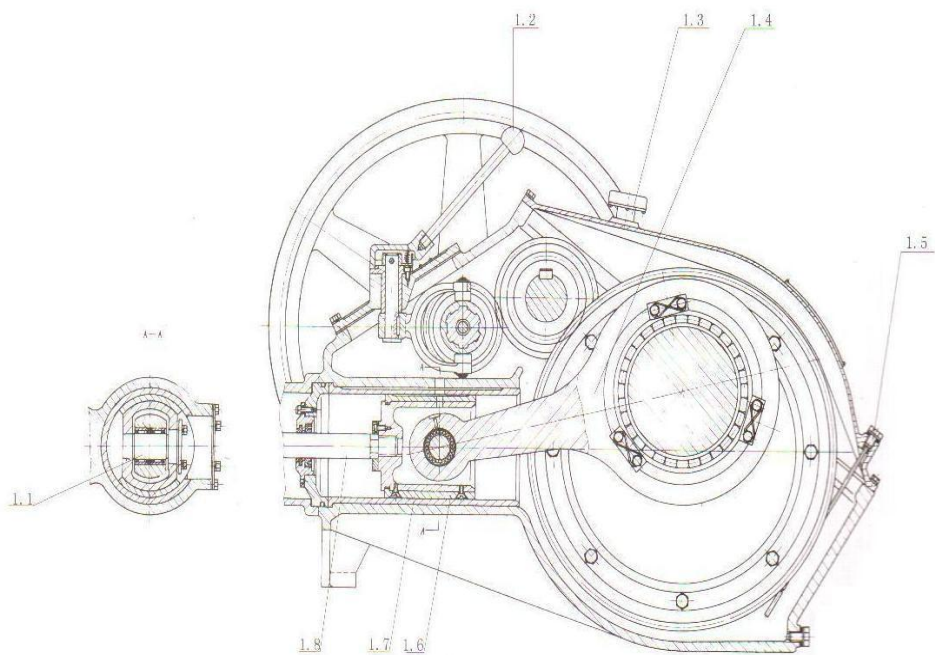

图 1 Figure 1
1. 曲轴箱 Crankcase (图 1 和图 2) (FIGS. 1 and 2)